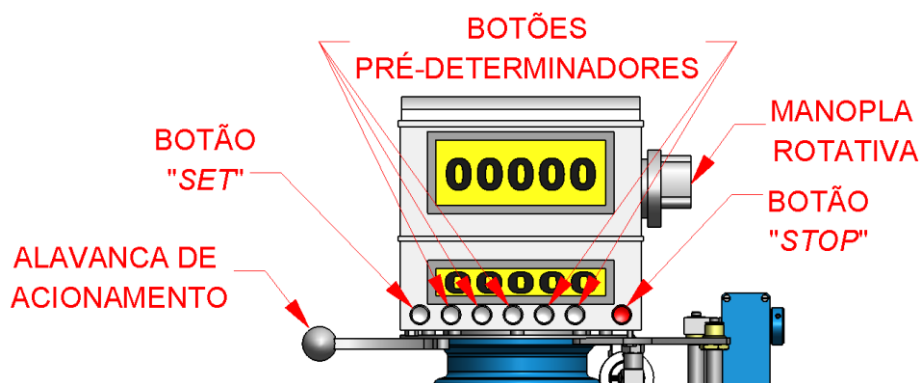

Figura 3 - Posições Registradora M5V.
1. O operador primeiro pressiona o botão de “set” da Registradora (indicado na figura 3) até atingir a posição travada, esse movimento interno causa o acionamento da entrada para desembrear o equipamento;
2. O operador aperta os botões de predeterminação (indicado na figura 3) para assim aparecer no visor o número que representa a quantidade de fluido que ele quer liberar. A cada pressionar de botão a roda girará o correspondente de 1/10 de rotação ou um dígito no sentido de somar.
Após seguir os passos acima para iniciar o processo de batelada, o operador deve puxar a alavanca da Registradora lentamente (indicada na figura 3), esse movimento aciona um mecanismo que liga o “pré-determinador” da M5V a Válvula de Corte, e impele seu sistema interno composto por um fole sanfonado, a se expandir permitindo que o fluido escoe.
i	<p>Importante</p> <ol style="list-style-type: none"><li>I. Ao iniciar a batelada o botão de “set” avança para fora e trava os botões de predeterminação, impedindo que o valor seja alterado durante o processo, portanto nunca deve ser acionado qualquer um desses botões enquanto o disco estiver na posição carregada.</li><li>II. Caso seja necessário interromper a batelada deve-se apertar o botão vermelho “stop” (indicado na figura 3) que desarma as linguetas internas e interrompe abruptamente o processo de envase.</li><li>III. Para zerar novamente a Registradora a manopla rotativa encontrada na sua lateral esquerda deve ser girada de forma que todos os números tenderão a zero com o movimento (indicado na figura 3).</li></ol>